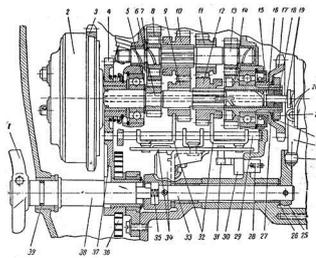

Рис. 40. Разрез коробки передач и механизма переключения передач:
**Устройство.** Коробка передач мотоциклов Ява-250 и Ява-350 четырехступенчатая, с промежуточным валом. Коробка передач (рис. 40) состоит из шлицевого первичного (ведущего) вала 6, вторичного вала 14, промежуточного вала 13 и установленных на них шестерен. Все шестерни - прямозубые.
Расположение деталей механизма переключения передач в картере силового агрегата показано на рис. 40.
**Ведущая звездочка.** Ведущая звездочка 17 (см. рис. 40) установлена на шлицах вторичного вала и закреплена на нем гайкой 21. Гайка зафиксирована стопорной шайбой 22 с усиками. Под шайбой имеется резиновое уплотнение 27.